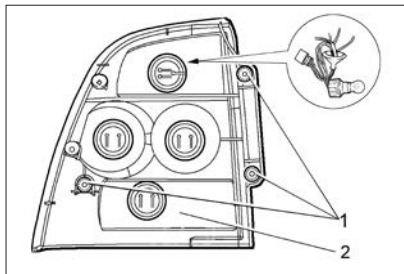

Рис. 88. Задний фонарь
- отверните три гайки-барашка 1 (рис. 88) и выдвинуть с посадочного места задний фонарь;
В вариантно исполнении в нижней секции 2 (рис. 88) заднего фонаря установлен светодиодный модуль, не требующий замены.